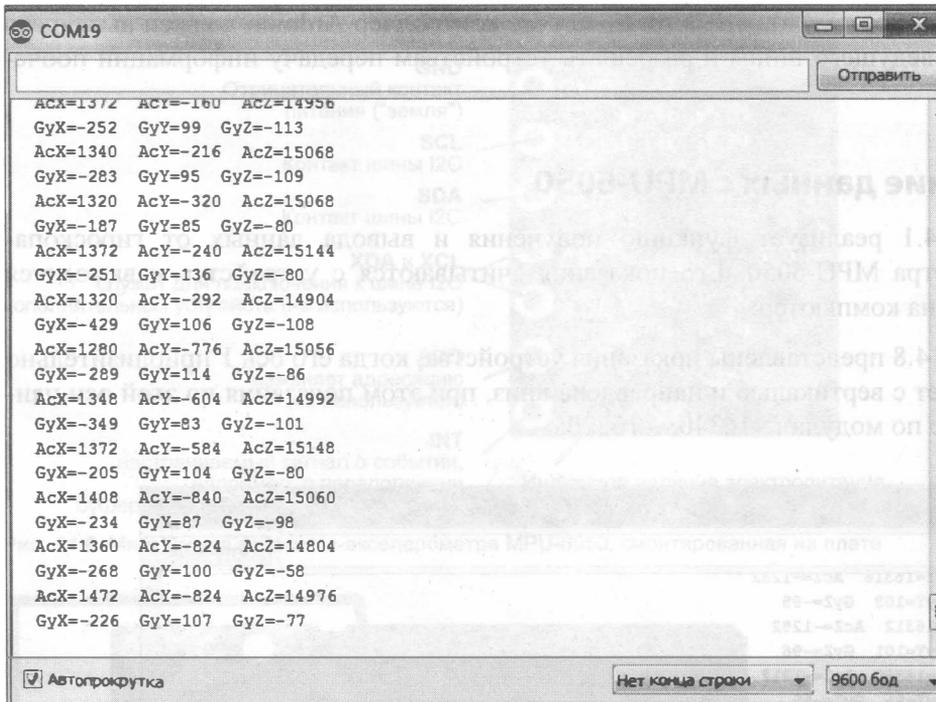

Рис. 14.9. Ось Z акселерометра перпендикулярна горизонту
- ◆ на рис. 14.9 представлены показания устройства, когда его ось Z вертикальна и направлена вверх, — в этом случае наибольшие показания акселерометра снимаются по оси Z : $14804 \dots 15148$.